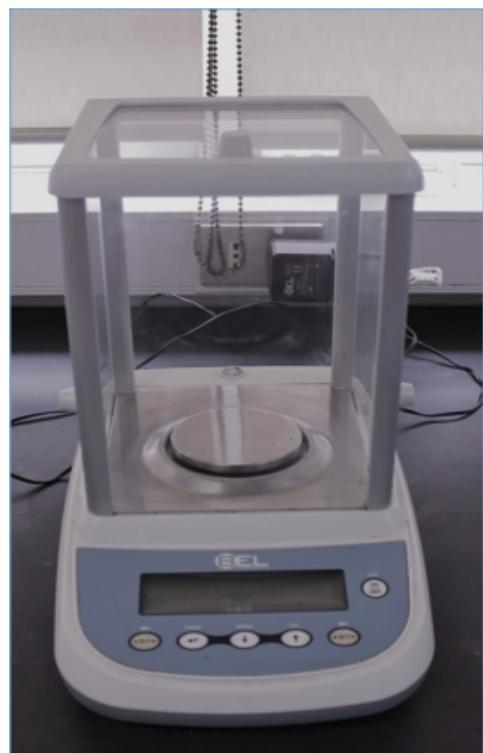

Imagen 3: Balanza de Precisión o Analítica
- Cuando se realiza un análisis cuantitativo, en el que se requiere conocer con gran precisión la masa de una sustancia, se utiliza una Balanza de Precisión o Analítica (Imagen 3).
Las balanzas analíticas, son balanzas con un grado de precisión mayor (imagen 3):